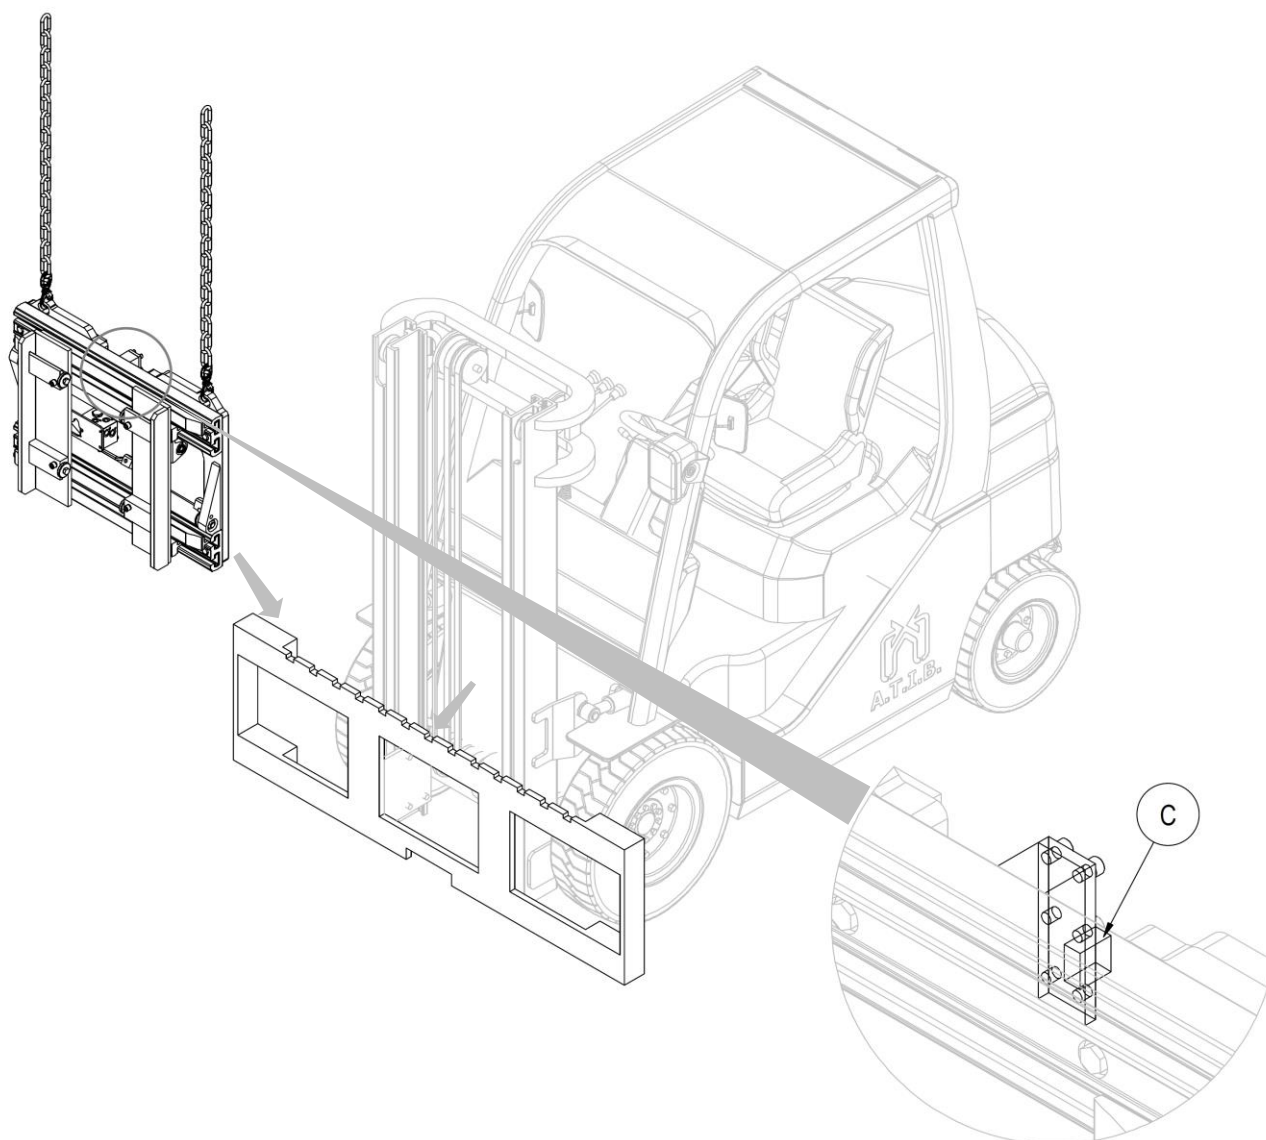

Figura 3
6. Agganciare quindi l'attrezzatura dai punti presa superiori e con un carropono o un paranco di portata sufficiente posizionarla sulla piastra porta forche, avendo cura di incastrare il dente di centraggio C nella tacca centrale della stessa (vedi *Figura 3*).